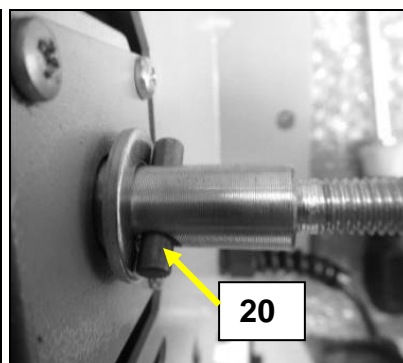

Fig 31
- Mettez en place le nouveau disque en prenant soin de bien positionner la goupille (20) dans les encoches du moyeu du disque (Fig 31).
- Placez la rondelle (22) puis revissez la molette de blocage (23).